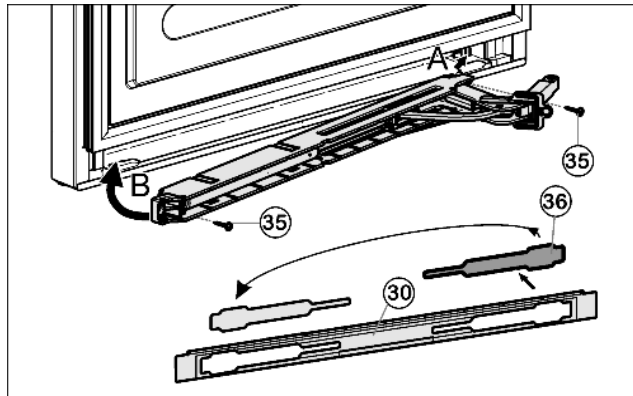

Fig. 19
- ▶ Освободите крышку Fig. 19 (36) из накладки Fig. 19 (30) и снова установите её на другой стороне.
- ▶ Прикрутите (2 шт. Torx 15) Fig. 19 (35) узел амортизатора закрывания дверцы.